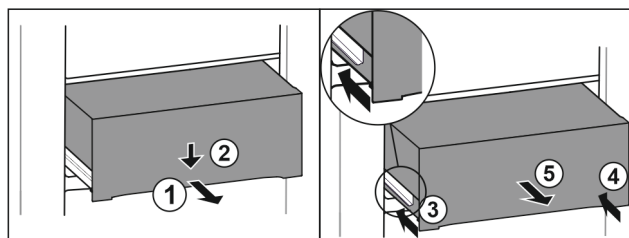

Fig. 70
- ▶ Húzza ki félig a fiókot. Fig. 70 (1)
- ▶ Nyomja le a fiók elülső oldalát. Fig. 70 (2)
- ▶ Tolja be a bal oldali sínt körülbelül 2 cm mértékben. Fig. 70 (3)
- ▶ Tolja be a jobb oldali sínt körülbelül 2 cm mértékben. Fig. 70 (4)
- ▶ Vegye ki a fiókot előrefelé. Fig. 70 (5)